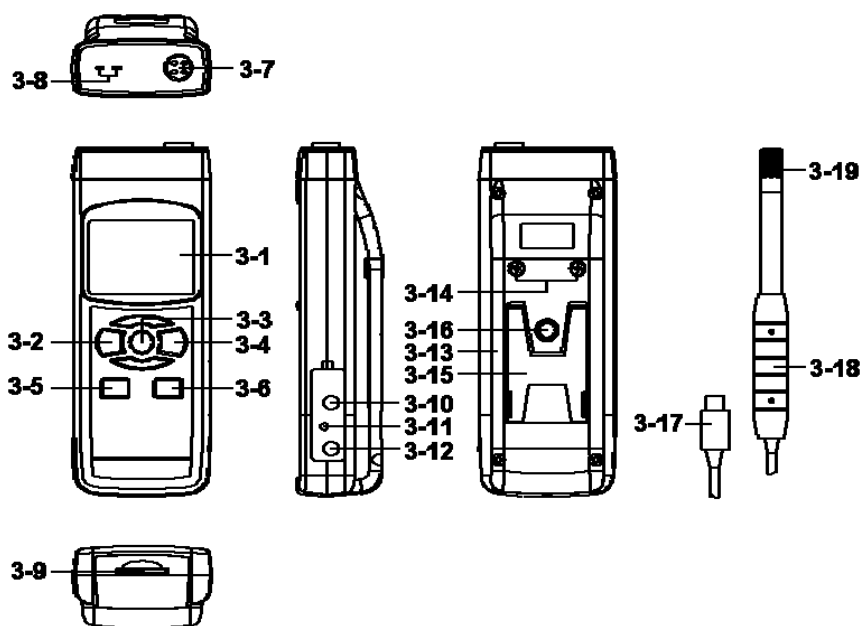

Fig.1
- 1) Encienda el medidor presionando momentáneamente el "Botón Encender" (3-2, Fig. 1).
- \* Si presiona continuamente el "Botón Encender" (3-2, Fig. 1) durante 2 segundos el medidor se apagará.
Presionando continuamente el botón "Función" (3-3, Fig.1) (sin soltar el botón), la pantalla mostrará la siguiente secuencia de texto:
Hasta que en la pantalla aparezca el modo deseado (Función) no suelte el botón "Función" (3-3, Fig.1), el medidor ejecutará esta función.
- b. Conecte el "Enchufe de la sonda" (3-17, Fig. 1) en la "Toma del enchufe de la sonda" (3-7, Fig. 1).
Encienda el medidor presionando el "Botón Encender" (3-2, Fig. 1). En la pantalla LCD aparecerá la unidad "%H.r" y "°C o °F" a la misma vez que el valor de la medición (en la pantalla superior aparecerá el valor de la Humedad y en la pantalla superior el valor de la temperatura).
- b. No instale la "Sonda" (3-17, Fig.1) en el enchufe de la sonda (3-7, Fig.1)
- c. Enchufe la sonda de temperatura de termopar (sonda de temperatura opcional Tipo K o J) en el enchufe de "la toma de entrada de la sonda Tipo K/J" (3-8, Fig.1). En la pantalla aparecerá el valor de la medición tomada por la sonda de temperatura.
Durante la medición, presione el "Botón Hold" (3-3, Fig. 1) para mantener el valor de la medición y en la pantalla LCD aparecerá el símbolo " HOLD ".
- 1) La función de grabación de datos guarda las lecturas de los valores máximos y mínimos. Presione el botón "REC" (3-4, Fig.1) una vez para iniciar la función. El símbolo " REC " aparecerá en la pantalla.
- a. Presione el botón "REC" (3-4, Fig.1) el símbolo "REC MAX" junto con el valor máximo aparecerá en la pantalla. Si intenta borrar el valor máximo, presione el " Botón Hold " (3-3, Fig. 1) una vez, y en la pantalla solamente aparecerá el símbolo " REC. " mientras que la función de memoria se ejecutará continuamente.
- b. Presione el "Botón REC " (3-4, Fig. 1) de nuevo, el símbolo " REC. MIN. " junto con el valor mínimo aparecerán en la pantalla. Si intenta borrar el valor mínimo, presione el " Botón Hold " (3-3, Fig. 1) y en la pantalla solamente aparecerá el símbolo " REC. " mientras que la función de memoria se ejecutará continuamente.
Cuando conecte el medidor, la luz del fondo de la pantalla LCD se encenderá automáticamente. Durante la medición presione el "Botón Backlight" (3-2, Fig. 1) una vez para apagar la luz de fondo.
Prepare una tarjeta de memoria " SD " (de 1 GB hasta 16 GB), inserte la tarjeta SD en " la ranura de la tarjeta SD " (3-9, Fig. 1). La parte delantera de la tarjeta SD deberá estar de cara a la cubierta inferior.
Presione el botón " REC" (3-4, Fig. 1) una vez y en la pantalla LCD aparecerá el texto "REC", luego presione el "Botón Logger" (3-6, Fig. 1), y el símbolo " REC " parpadeará mientras que los datos de medición y la información horaria se guardan en el circuito de la memoria.
Durante la ejecución de la función de Datalogger, si se presiona el botón " Logger " (3-6, Fig. 1) una vez, se detendrá la función de Datalogger (dejará de guardar los datos de medición en el circuito de memoria temporalmente). A la misma vez, el texto " REC " dejará de parpadear.
Si presiona el "Botón Logger" una vez más (3-6, Fig. 1) el datalogger se ejecutará de nuevo y el texto " REC " parpadeará en la pantalla.
Mientras la función Datalogger está detenida, presione el botón " REC " (3-4, Fig. 1) continuamente al menos durante dos segundos. La indicación " REC " desaparecerá y se finalizará la función datalogger.
Presione el botón " REC " (3-4, Fig. 1) una vez, en la pantalla aparecerá el texto " REC ", después presione el botón " Logger " (3-6, Fig. 1) una vez y el símbolo REC parpadeará y el biper sonará una vez a la misma vez que los datos de medición con la información horaria se guardan en el circuito de memoria. La pantalla inferior mostrará la Posición (Localización) y también se guardará en la tarjeta SD.
Durante la ejecución del datalogger manual, presione el botón " ▲ " (3-5, Fig. 1) y el número inferior (nº de posición) parpadeará. Se puede usar el botón " ▲ " (3-6, Fig. 1) o " ▼ " (3-5, Fig. 1) para ajustar la posición de la medición (de 1 hasta 99, por ejemplo de la habitación 1 hasta habitación 99) para identificar la localización de la medición, la pantalla inferior mostrará P x (x = de 1 a 99). Tras seleccionar el número de posición presione el botón "Enter" (3-4, Fig. 1) para confirmar.
Presione el botón " REC " (3-4, Fig. 1) continuamente durante al menos 2 segundos, la indicación " REC " desaparecerá y se finalizará la función datalogger.
En la pantalla normal de medición (es decir, sin el datalogger) si presiona el botón " Time check " (3-5, Fig. 1) una vez, en la pantalla inferior se representará la información con el Año, Mes/Fecha, Hora/Minuto.